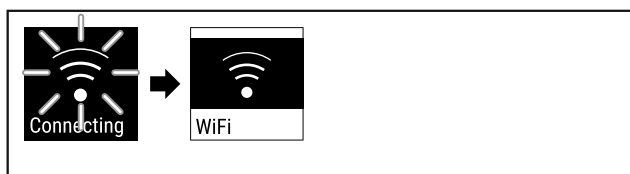

Fig. 75
- A kapcsolat létrejön (lásd Fig. 75) .